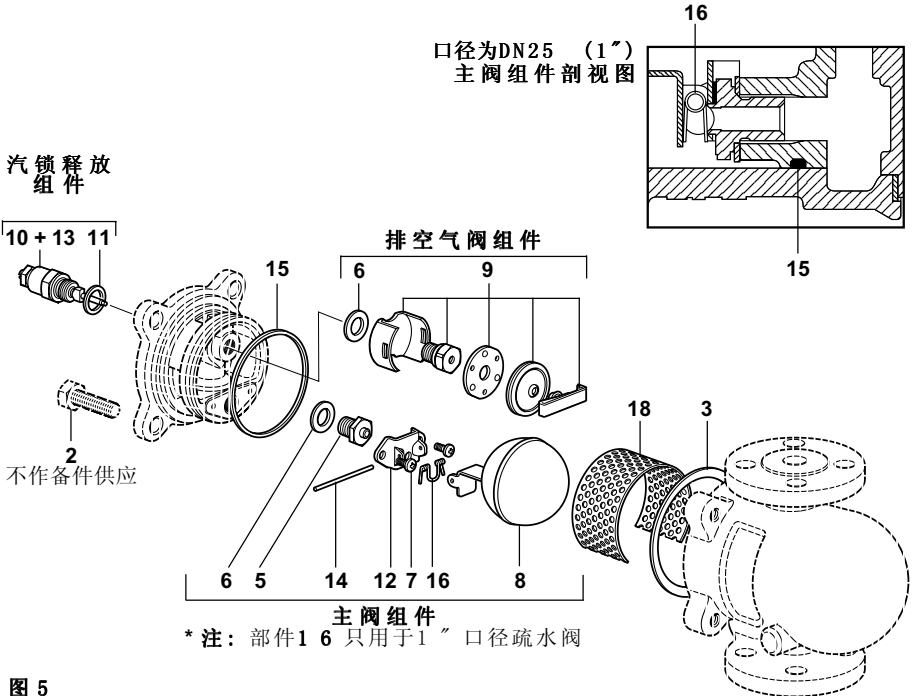

图 5
3.7 疏水阀安装在蒸汽系统出口的下方，疏水阀前有一小段下降管，一般为150 mm (6")。见图5。如果不能安装下降管，则管道内可能(低负荷情况)有蒸汽在冷凝水上方流动并进入疏水阀，从而引起蒸汽汽锁。
注：下列步骤的进行要结合第8页图5。